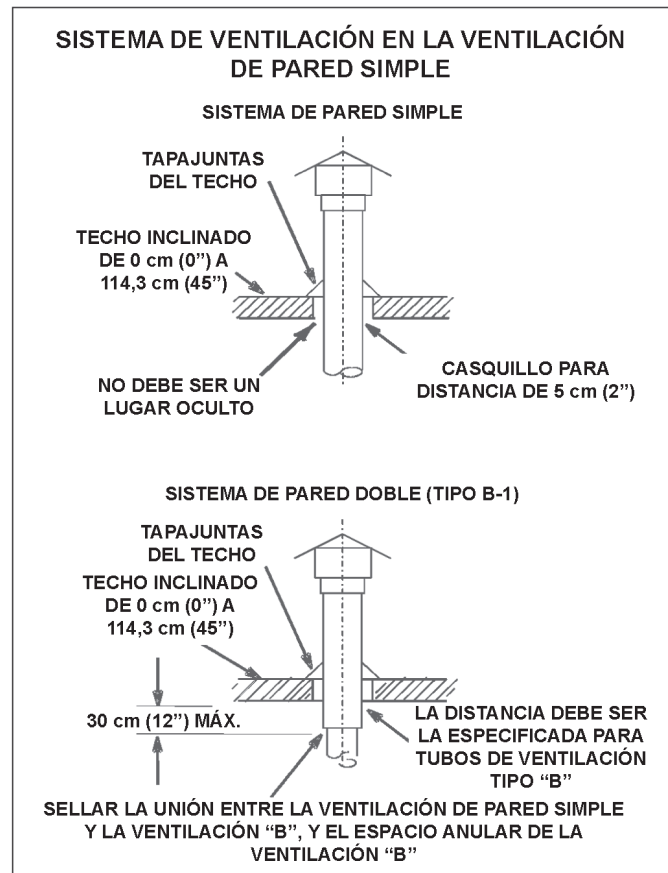
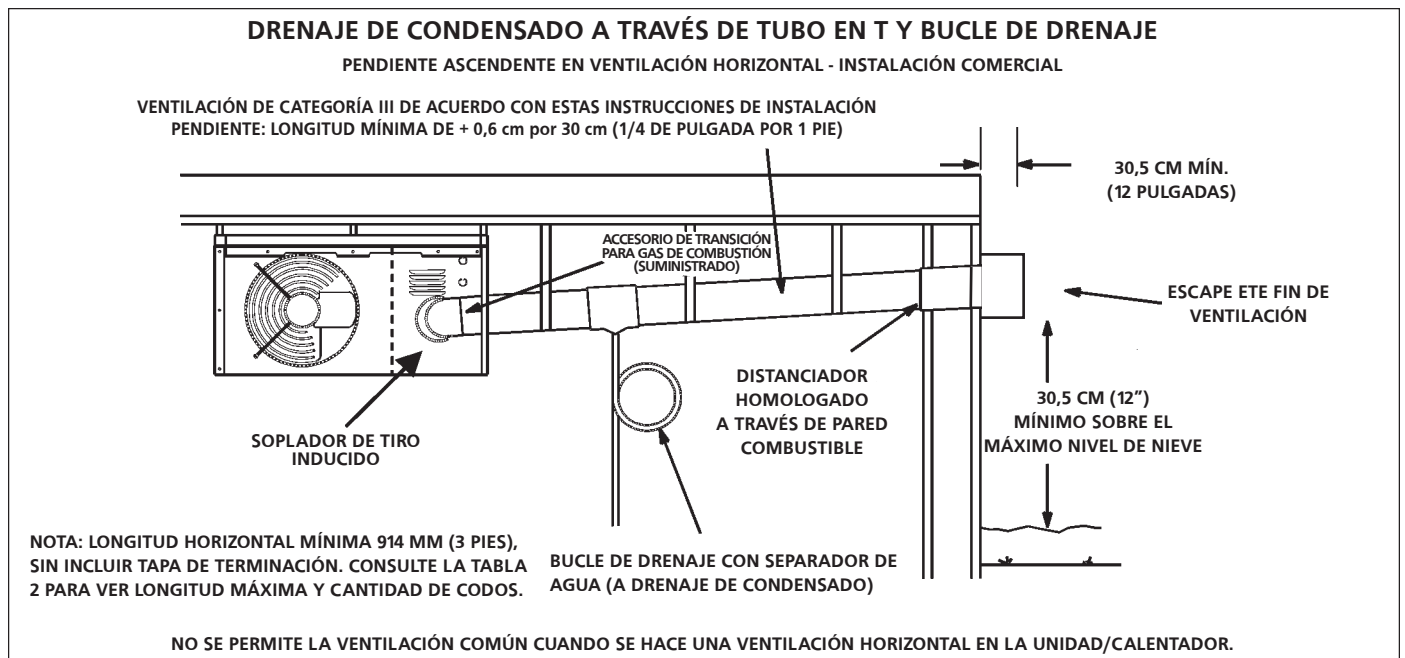

FIGURA 2
FIGURA 3
1. Los calentadores MHU se deben utilizar con chimeneas aprobadas por NFPA o ANSI, ventilaciones de gas tipo B-1 homologadas por U.L., tubos de metal monocapa o un sistema de revestimiento de chimenea homologado para ventilación de gas donde corresponda, además de las modificaciones y limitaciones que se detallan en la **figura 2**. Selle el material de ventilación monocapa de acuerdo con la sección **A - Requisitos y recomendaciones generales**.
- Cuando una terminación se pasa a través de una pared combustible exterior, se debe sostener la ventilación con un casquillo de distancia, que se encuentra incluido en la lista. Selle la conexión que hay entre los tubos de una pared simple y una pared doble y el espacio anular del tubo de la pared doble, como se muestra en la figura 2. El borde interior de la junta de terminación en T de la ventilación debe estar a un mínimo de 30,48 cm (12 pulgadas) de la pared exterior, como se muestra en la **figura 3**.
Ventilación A: recomendaciones y requisitos generales y C - Ventilación horizontal: general y D - Ventilación horizontal: comercial. Consulte la **figura 3**.